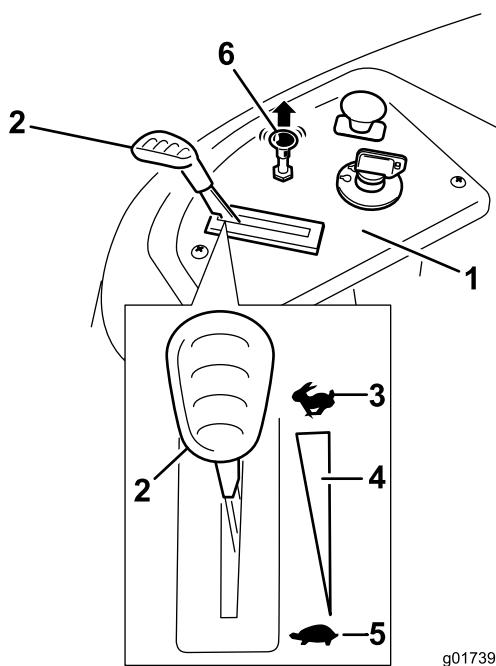

Figura 14
| 3. Si el motor está frío, tire hacia arriba del control del estárter (Figura 14). | |
2. Mueva la palanca del acelerador a la posición de Rápido (Figura 14).